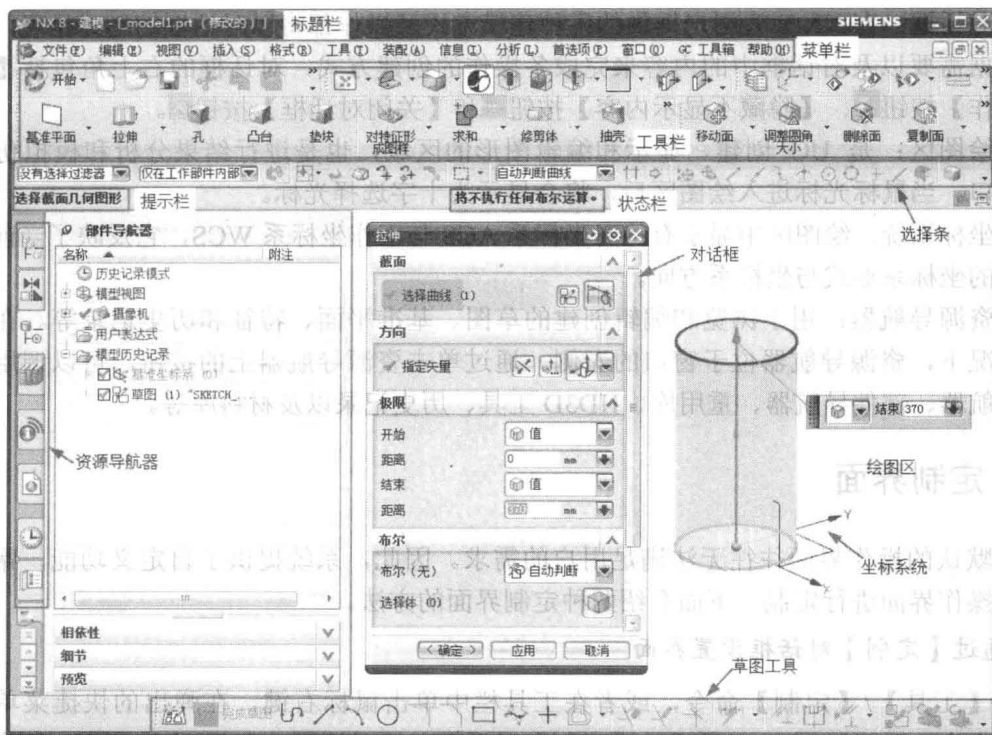

图 1-2 NX 8 的基本操作界面
击【确定】按钮，将弹出如图 1-2 所示的 NX 8 的基本操作界面。
- ◆ **标题栏:** 位于 NX 8 操作界面的顶部,用来显示软件名称和版本号,以及当前的模块和文件名等信息。如果已经对部件做了修改,但还未保存,则在标题栏文字后将会显示“修改的”提示信息(如图 1-2 所示)。